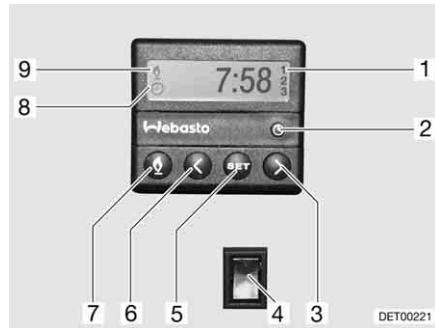

Fig. 116 Centralina di controllo per riscaldamento fisso
- Premere il tasto (Fig. 116,7). Il funzionamento del riscaldamento viene indicato con il simbolo (Fig. 116,9). La ventola viene inserita solo quando la temperatura dell'acqua di raffreddamento è pari a 30 °C.
- Premere il tasto (Fig. 116,2). L'impostazione dell'ora viene indicata con il simbolo (Fig. 116,8).
- Impostare l'ora con i tasti (Fig. 116,3 e 6).
- Premere il tasto (Fig. 116,5).
- Impostare l'orario di accensione con i tasti (Fig. 116,3 e 6) entro 10 secondi.
- Premere il tasto (Fig. 116,5) fino a che nel display (Fig. 116,1) non appare il numero di programmazione desiderato.